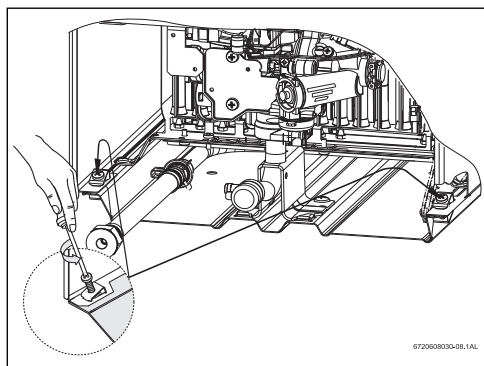

Fig. 6 Retire la cubierta frontal
- Desenrosque los tornillos a cargo de fijar la cubierta, vea la Fig. 6.